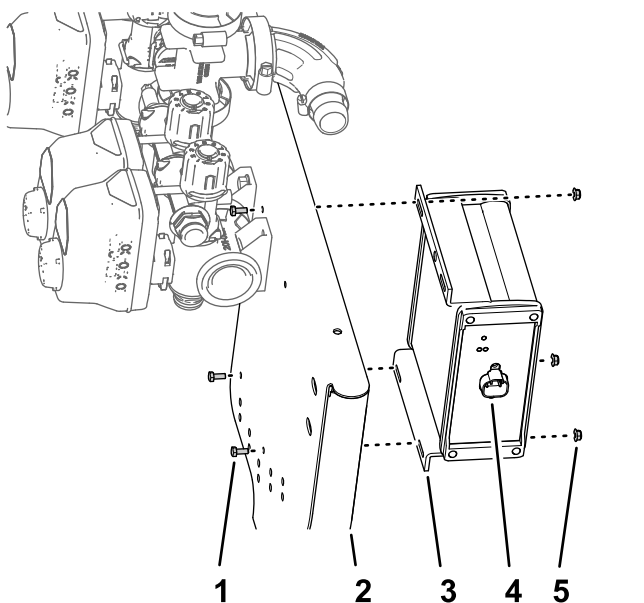

Рисунок 97
- Установите контроллер опрыскивателя ASC 10 на передней стороне опоры крепления клапанов так, чтобы 4-штыревой разъем был направлен наружу (Рисунок 97).
- Установите контроллер опрыскивателя на опору крепления клапанов (Рисунок 97) с помощью 3 болтов (4 x 10 мм) и 3 фланцевых контргаек (4 мм).